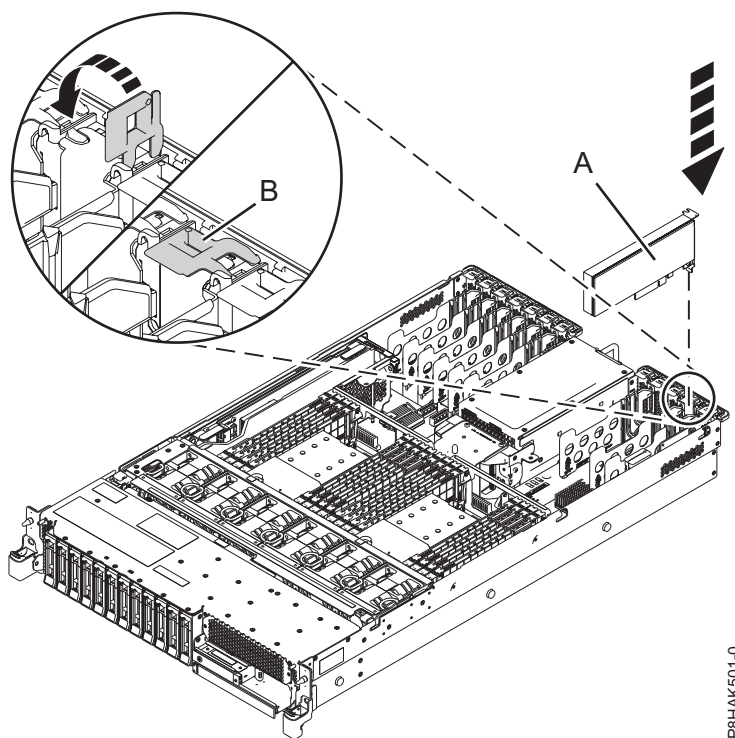

Figura 12. Instalar ou substituir um adaptador PCIe no sistema 5148-21L, 5148-22L, 8247-21L, 8247-22L, 8284-21A ou 8284-22A
7. Se a patilha do adaptador (B) na ranhura alvo não estiver na posição aberta, puxe a patilha para a posição aberta ao rodar a patilha para fora do respectivo clip na parte posterior do sistema, como demonstrado em Figura 12 na página 22.
8. Agarre cuidadosamente o adaptador pela respectiva aresta superior ou contraponto e alinhe o adaptador com a ranhura e o respectivo conector no painel posterior do sistema (A), conforme demonstrado em Figura 12 na página 22.
11. Para bloquear o adaptador na respectiva ranhura, rode a patilha do adaptador (**B**) na direcção demonstrada em Figura 12.